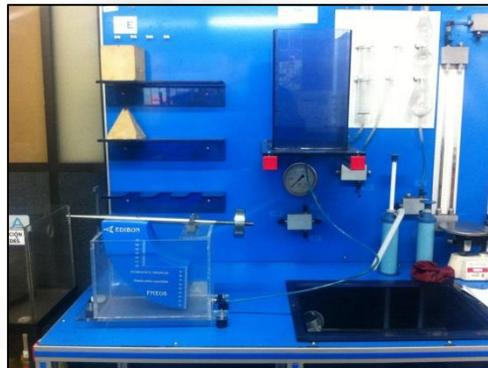

Figura 5. Posición del aparato (Fuente: Propia)
- 4.1.1. Situar el aparato de presión hidrostática sobre la superficie de trabajo del banco hidráulico, cerca al tanque (1) superior (Figura 5).